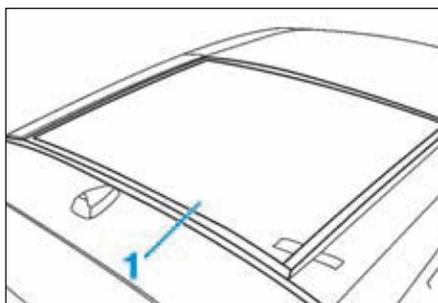

FIG.3
- Déposer le toit panoramique en verre (1) avec l'aide d'un support approprié et d'un second opérateur (Fig.3).